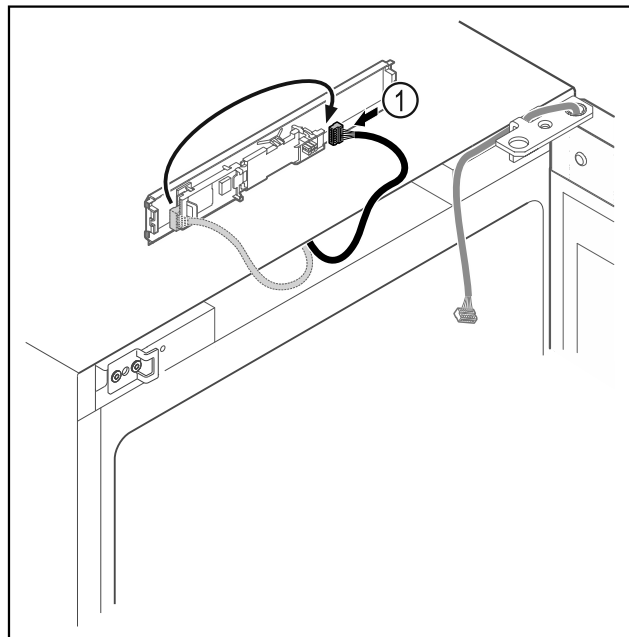

Fig. 19
- ▶ Wtyczkę Fig. 19 (1) należy ponownie podłączyć do płytki drukowanej.